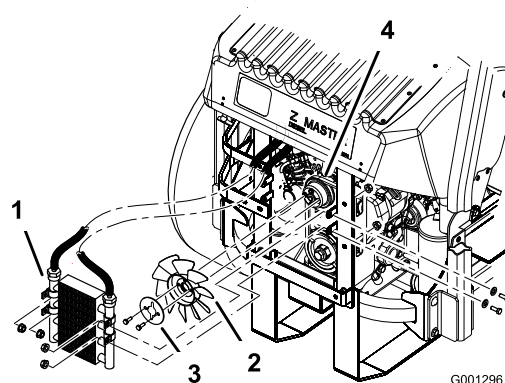

Figure 67
5. Enlevez les 4 boulons de fixation du refroidisseur d'huile et placez ce dernier sur le côté (Figure 67).
6. Enlevez les 2 boulons qui fixent le ventilateur et la plaque du ventilateur à la machine (Figure 67).
10. Montez le ventilateur et sa plaque sur la machine au moyen des 2 boulons retirés précédemment (Figure 67).
11. Remontez le refroidisseur d'huile au moyen des 4 boulons retirés précédemment (Figure 67).